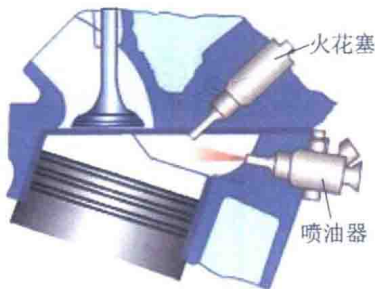

图 0-8 缸内喷射
(1) 缸内喷射：如图 0-8 所示，将汽油直接喷射入气缸内。除柴油机外现在部分汽油